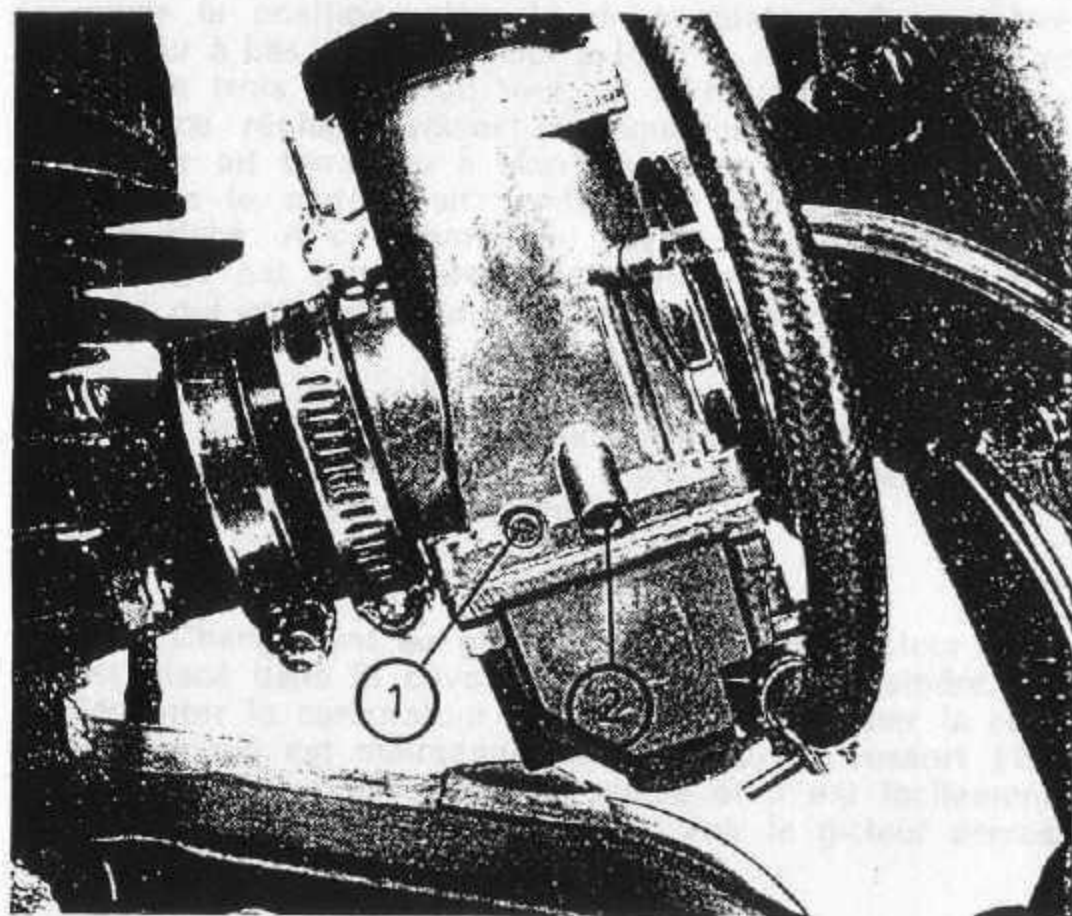

Fig. 13
4. Ajuste de la marcha lenta (ralentí). La marcha lenta adecuada es aquella que permite rodar a muy pocas revoluciones en primera velocidad. Para ello, graduar el tornillo 2 situado en el lado izquierdo del carburador (fig. 13). Para aumentar o disminuir la marcha lenta se debe roscar o des- enroscar dicho tornillo 2. -
Para graduar la mezcla se dispone del regulador del aire 1 (fig. 13), situado en el lado izquierdo del carburador. Para determinar la posición del regulador del aire, poner el motor en marcha lenta, roscar el regulador hasta el fondo y luego desenroscar $\frac{1}{4}$ de vuelta. Si el motor no soporta bien esta graduación, roscar el regulador hasta que el motor tienda a pararse por mezcla demasiado rica. En este momento desenroscar el regulador hasta que el motor tienda a pararse por mezcla demasiado pobre. La graduación más adecuada será la media entre ambas graduaciones.
4. Réglage du ralenti. Le ralenti correct est celui qui permet de rouler en première à à peu de tours-minute. Pour l'obtenir agir sur la vis 2 située sur le côté gauche du carburateur (fig. 13). Pour augmenter ou diminuer le ralenti, visser ou dévisser cette vis 2.
Pour régler le mélange, on dispose du régulateur d'air 1 (fig. 13) situé sur le côté gauche du carburateur. Pour déterminer la position adéquate du régulateur d'air, mettre le moteur à bas régime, visser à fond le régulateur, puis dévisser de trois quarts de tour. Si le moteur ne supporte pas bien ce réglage, visser le régulateur jusqu'à ce que le moteur ait tendance à s'arrêter parce que le mélange est ce que le moteur ait tendance à s'arrêter parce que le trop riche. A ce moment-là, dévisser le régulateur jusqu'à mélange est trop pauvre. Le réglage le plus adéquat sera celui qui est à mi-course entre ces deux réglages.
4. Adjusting the Idle. A proper idle allows to run at low r.p.m. in first gear. To obtain this condition, adjust idle screw 2 located on the left side of carbureter (fig. 13).
To adjust the mixture at idle, use the air screw 1 (fig. 13) located on the left side of carbureter. To set the air screw, let the engine run at idle, rotate the screw CW until its bottom, and then back it off $\frac{1}{2}$ of a turn. If the engine does not idle well at this setting, rotate the air screw CW until the engine dies because the mixture is too rich. Back off the screw until the engine dies because the mixture is too lean. The best setting will be the half distance between both settings.